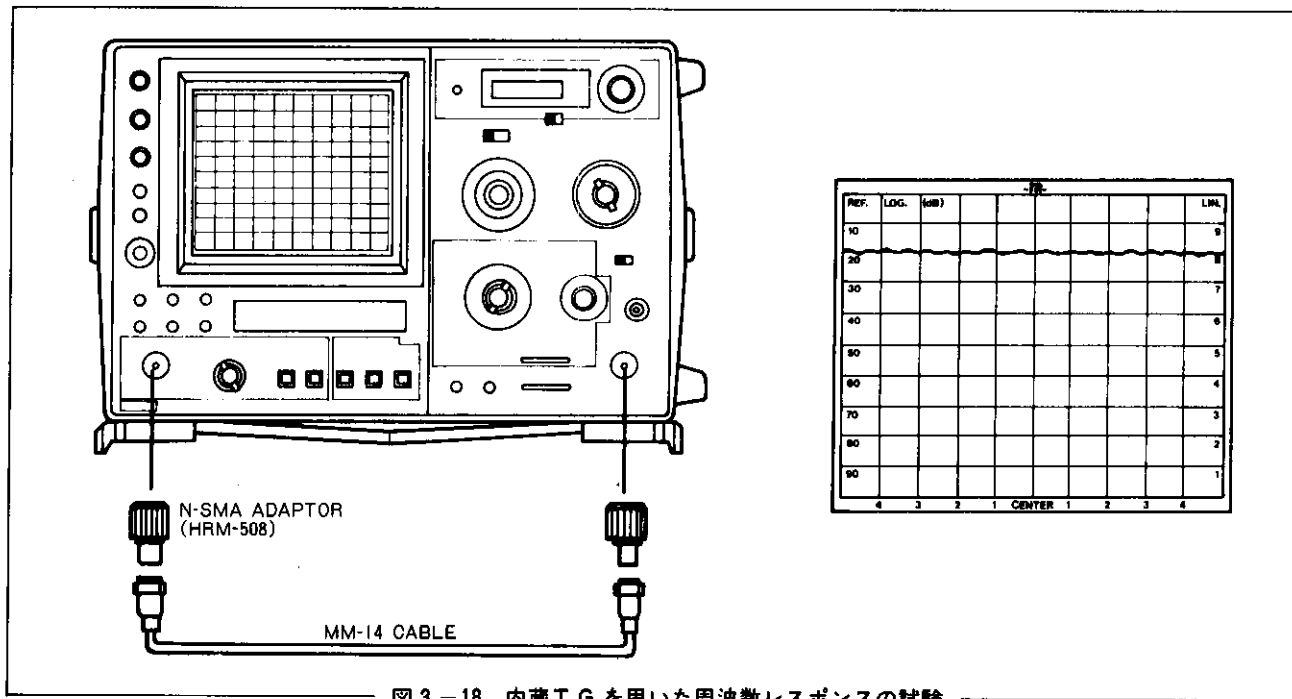

図3-18 内蔵T.G.を用いた周波数レスポンスの試験
5. 本器のトラッキング・ジェネレータ出力(400kHz～1500MHz)を利用しますと、周波数特性が一目でわかります。〔図3-18〕